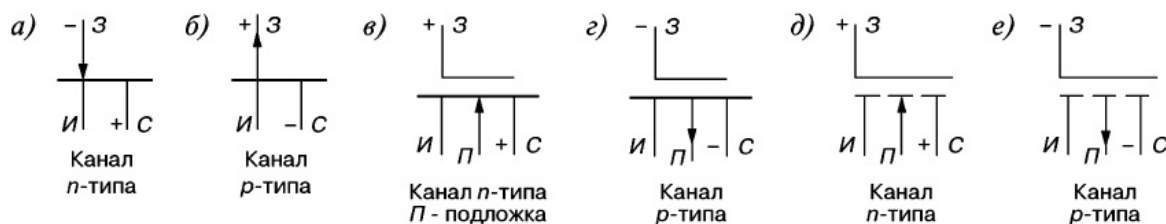

Рис. 1
- с управляющим затвором типа p - n -перехода для использования в высокочастотных (до 12—18 ГГц) преобразовательных устройствах. Условное их обозначение на схемах приведено на рис. 1а и б;
- с изолированным (слоем диэлектрика) затвором для использования в устройствах, работающих с частотой до 1—2 ГГц. Их изготавливают или со *встроенным каналом* в виде МДП-структуры (см. их условное обозначение на рис. 1а и г), или с *индуцированным каналом* в виде МОП-структуры (их условное обозначение на схемах дано на рис. 1д и е).